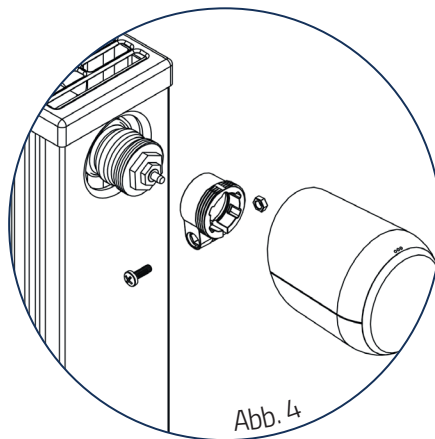

Abb. 4
2. Wählen Sie **gegebenfalls** einen passenden Adapter und montieren Sie ihn auf das Ventil (Abb.4).